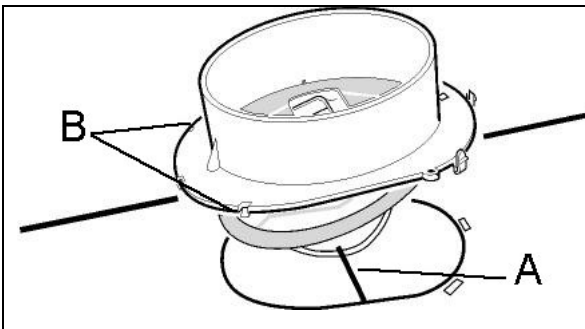

Fig. 2
Montieren Sie das mitgelieferte Anschlußstück bevor sie die Dunstabzugshaube montieren (**fig.2**): Positionieren Sie die Achse der Klappe (A) unter den Deckel. Vergewissern Sie sich, daß die Fixpunkte (B) auf der Unterseite sind. Drücken Sie das Anschlußstück auf, bis die Fixpunkte eingerastet sind.